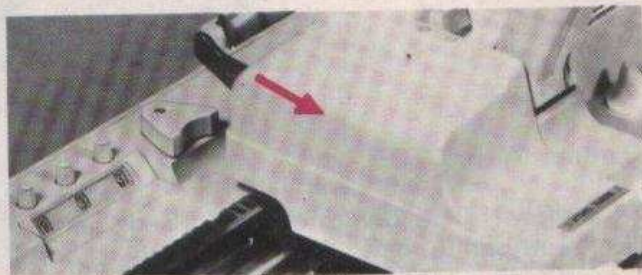

Fig. 19
- position rentrée, le compteur ne fonctionne pas (fig. 19).